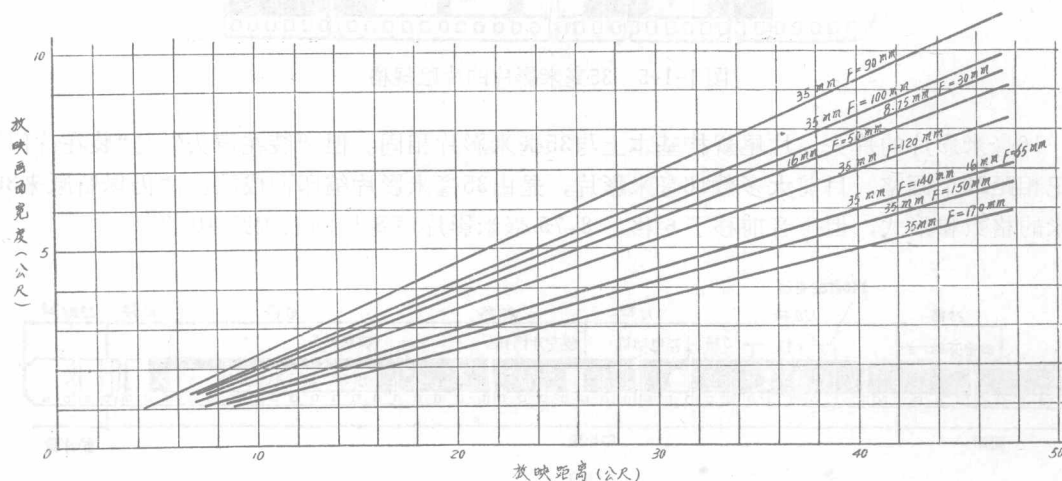

图 1-1-8
6. 放映镜头：焦距 $F = 120$ 毫米；放映机和银幕相距20米时，银幕上画面的宽度为3.5米，不同放映距离与放映画面宽度的关系见图1-1-8。
6. 放映镜头焦距 50 毫米。放映距离与放映画面宽度关系见图 1-1-8。
它的用电要求与“八一”16毫米放映机基本相同，它的还音激励灯泡是 4 伏 3 瓦，激励灯泡电源由扩音机内硒整流器供给。扩音机额定输出功率 10 瓦，最大输出功率 15 瓦，输出阻抗 32 欧姆，监听输出阻抗 15 Ω 。后期出厂的额定功率 15 瓦，最大输出是 20 瓦。放映镜头焦距有 50 毫米和 65 毫米两种，放映距离与放映画面宽度见图 1-1-8。